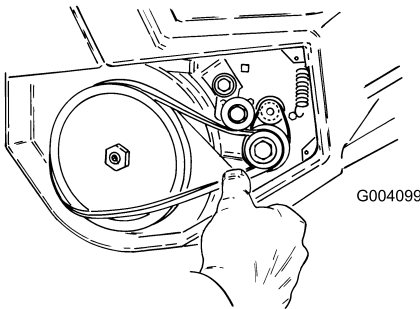

Bild 21
7. Drehen Sie die Rotorblätter mit der linken Hand und schieben Sie gleichzeitig den Riemen mit der rechten Hand auf die große Spannscheibe (Bild 21).